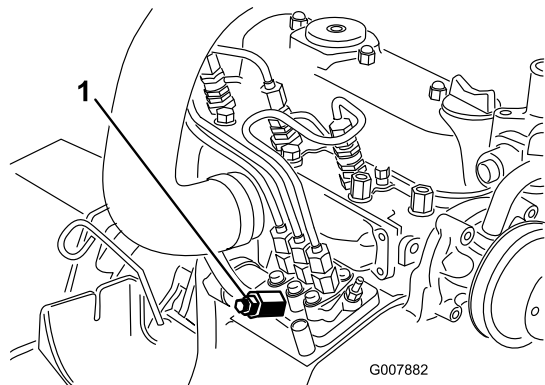

Figure 47
3. Placez un chiffon sous la vis de purge d'air sur la pompe d'injection et ouvrez-la (Figure 47).